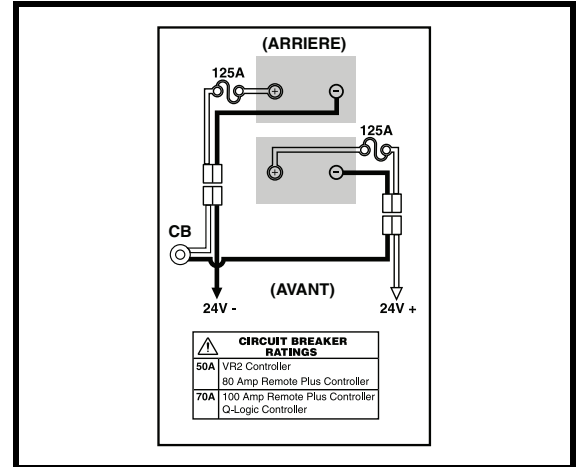

Figure 26. Diagramme de câblage des batteries
5. Repérez les connexions rapides de la batterie sur la structure et déconnectez les deux. **Voir la figure 26.**
10. Connectez les connexions rapides des batteries conformément au diagramme de câblage situé sur la structure. **Voir la figure 26.**